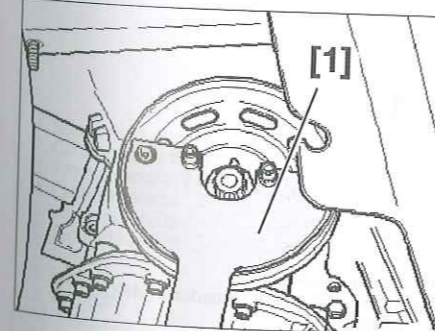

Fig. 6
- [1]. Útil de bloqueo de polea (ref. 3415 y ref. 3415/1) (Fig.6).
- Aflojar el tornillo de fijación de la polea con ayuda del útil [1] y desmontarla (Fig.6).
- Para girar el cigüeñal, colocar la polea de cigüeñal y apretar el tornillo central (Fig.6).